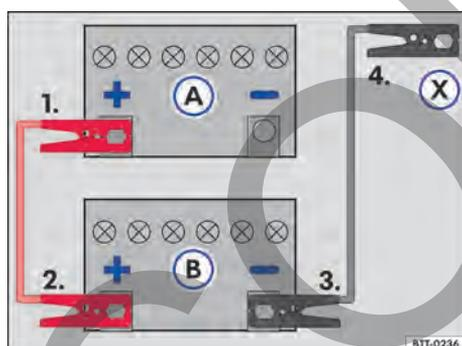

Fig. 149 Esquema para conectar los cables auxiliares de arranque: batería descargada (A) y batería proveedora de corriente (B).
- Conectar un extremo del cable auxiliar de arranque rojo al polo positivo → fig. 149 (+) del vehículo con la batería del vehículo descargada (A) → ⚠.
- Conectar el otro extremo del cable de arranque auxiliar rojo al polo positivo (+) de la batería del vehículo que suministra corriente (B).
- Conectar un extremo del cable auxiliar de arranque negro al polo negativo (-) de la batería del vehículo que suministra corriente (B) → fig. 149.
- Conectar el otro extremo del cable de arranque auxiliar negro (X) al vehículo con la batería del vehículo descargada en una pieza maciza de metal atornillada firmemente al bloque del motor o en el mismo bloque del motor - aunque no cerca de la batería (A) → ⚠.